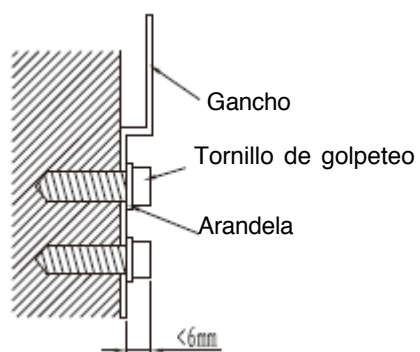

Imagen 15
- Fije el gancho con el tornillo de rosca a la pared (Consulte la imagen 15)